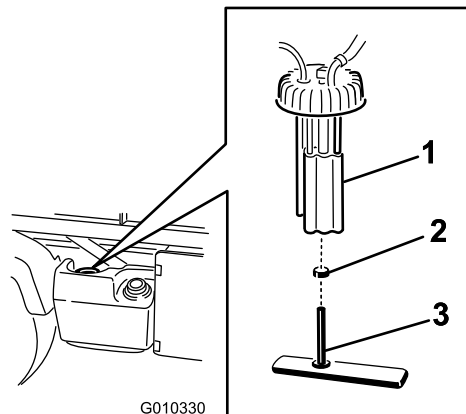

図 57
- 燃料ポンプからワイヤハーネスのコネクタを外す 図 57。
- ホースのクランプをゆるめ、燃料ポンプキャップから燃料ラインを外す 図 57。
- 燃料タンクの上部から燃料ポンプのキャップねじ式になっているを外す 図 57。
- タンクから、燃料ポンプアセンブリと燃料フィルタを外す 図 57。
- 燃料フィルタのホースを燃料ポンプのフィッティングに固定しているクランプを外す 図 57。
- フィッティングからホースを取り外す 図 57。